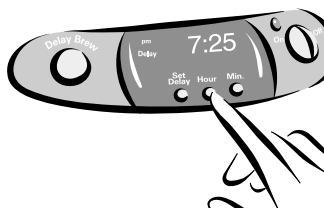

FIGURA A-1
- 1) Presione y detenga el botón de hora HOUR hasta que en la pantalla del reloj aparezca la hora correcta. Consulte la Figura A-1.